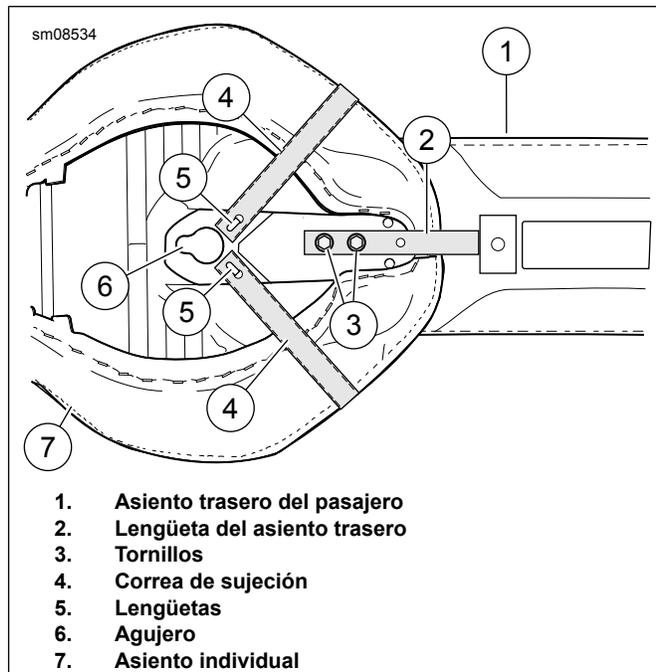

Figura 4. Instalación del asiento trasero y de la correa de sujeción
6. Ver Figura 4. Sujete el asiento trasero del pasajero al asiento individual deslizando la pieza de soporte de metal del asiento trasero sobre el asiento individual. Para el 52400125: Conecte la lengüeta de metal del asiento trasero al asiento individual con los tornillos de reborde de equipo original (C). Para el 52400127: Conecte la lengüeta de metal del asiento trasero al asiento individual con los tornillos nuevos del kit (3). Ajuste a 4,5–6,8 N·m (40–60 in-lbs).
7. Instalar la correa de sujeción (4) en la parte inferior del asiento. Enganchar un lado de la correa de sujeción sobre la lengüeta (5) en la parte inferior del asiento. Enganchar la correa de sujeción sobre el asiento. Enganchar el lado restante a la otra lengüeta.